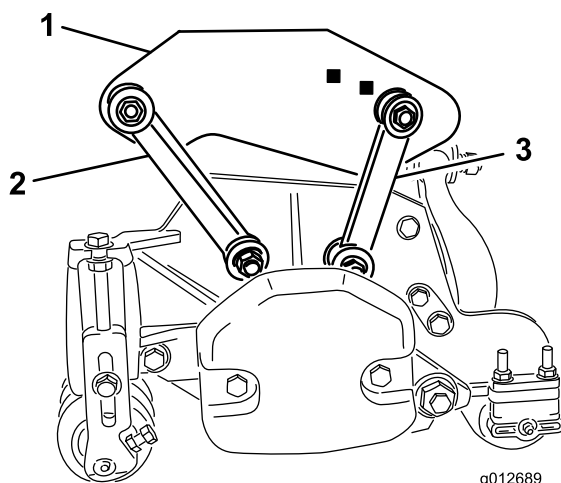

Figure 19
- Fixez les biellettes de montage avant dans les trous du bâti porteur au moyen d'un boulon (3/8 x 2-1/4 po), de 2 rondelles plates et d'un contre-écrou, comme montré à la Figure 19. Placez
- Fixez les biellettes de montage arrière dans les trous du bâti porteur arrière au moyen d'un boulon (3/8 x 2-1/4 po), de 2 rondelles plates et d'un contre-écrou, comme montré à la Figure 19. Placez une rondelle de chaque côté de la biellette lors du montage. Serrez les fixations à 42 Nm.